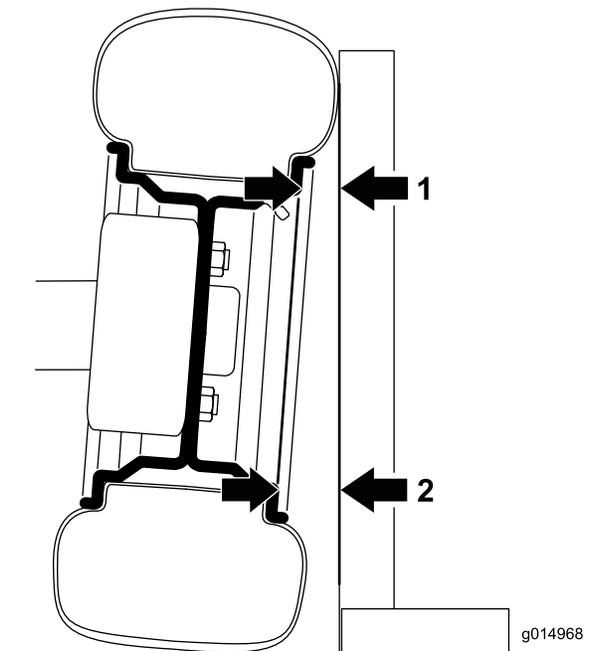

Figura 37
1. Per controllare l'inclinazione posizionate una squadra a 90 gradi sul terreno con il lato verticale a contatto con la parte anteriore dello pneumatico (Figura 37).
2. Misurate dalla stessa parte del bordo sulla parte superiore e inferiore del pneumatico fino alla squadra (Figura 37). La distanza della misurazione inferiore deve superare di 2,3 mm la misurazione superiore. Concludete la misurazione su entrambi i pneumatici anteriori prima di procedere alla regolazione.